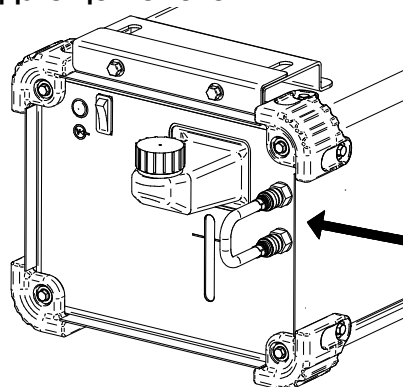

Рис. 5.
- Подсоедините шланг с водяным штуцером быстрого соединения (входит в комплектацию оборудования) к впускному патрубку охладителя и выходному разъему (Рисунок 5).